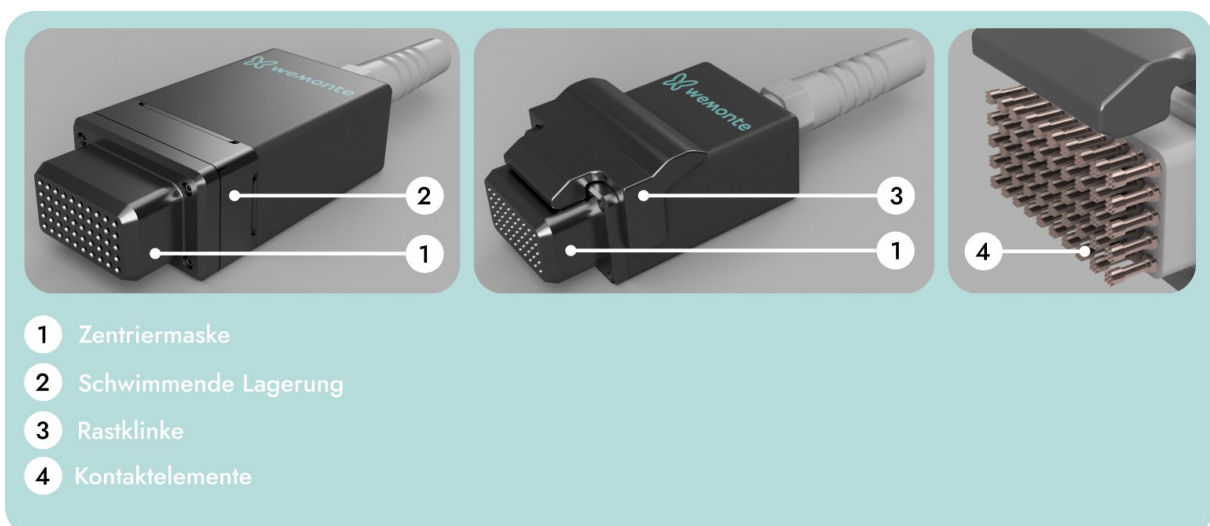

Abbildung 1: Bezeichnungen Prüfadapter
- Zentriermasken, siehe Abbildung 1.
- Rastklinken, siehe Abbildung 1
- Federkontaktstifte, siehe Abbildung 1.